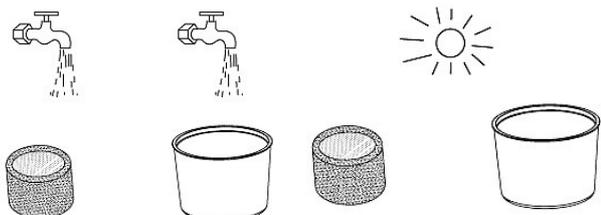

Abb. 12: Reinigung und Trocknung des Filters
Schritt 3: Reinigen Sie den Filter mit Wasser und lassen Sie ihn vollständig trocknen (Abb.12).